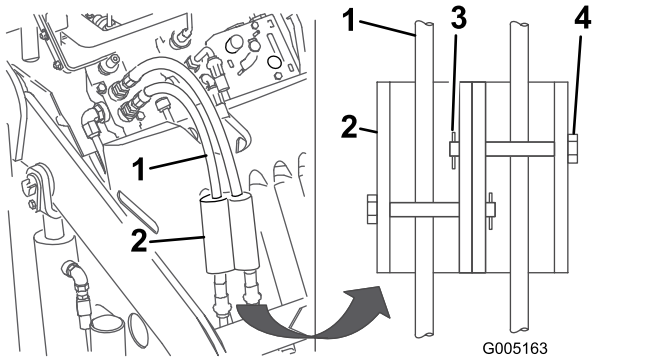

Bild 16
7. Montieren Sie die Zylinderschlösser über die Hydraulikschläuche und befestigen Sie diese mit den Lastösenbolzen und den Splints (**Bild 16**).